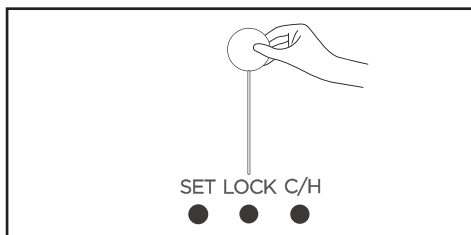

Figura 3.17
1. Pressione ^{LOCK} para bloquear os botões (consulte a Figura 3.17) e o mostrador exibirá o ícone de bloqueio “”.